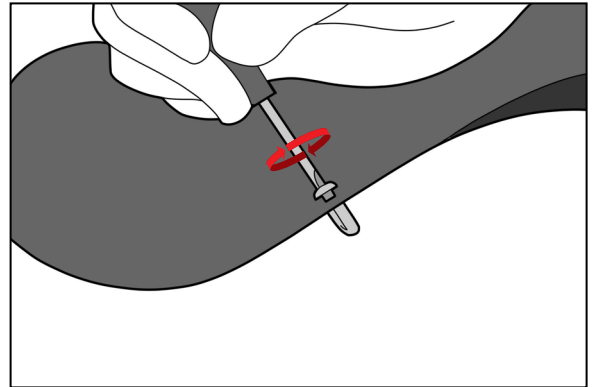

图 1
1. 要进行拆卸, 使用 1/8" 一字螺丝刀拆卸顶端螺钉。(图 1)。